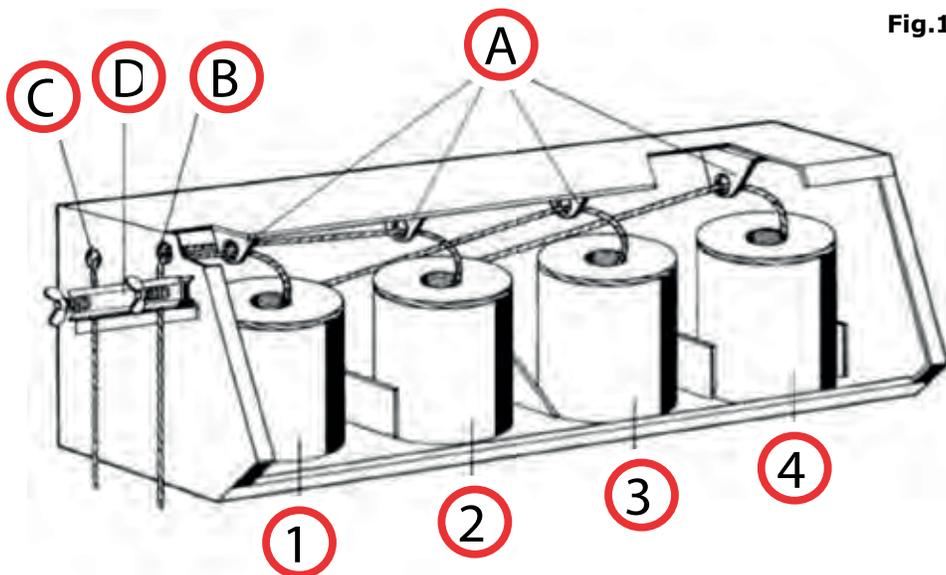

Fig.1
1. COMO SE SUGIERE EN LA FIG.1:
2. COMO SE SUGIERE EN LA FIG. 1 BIS:
Fig.1 bis